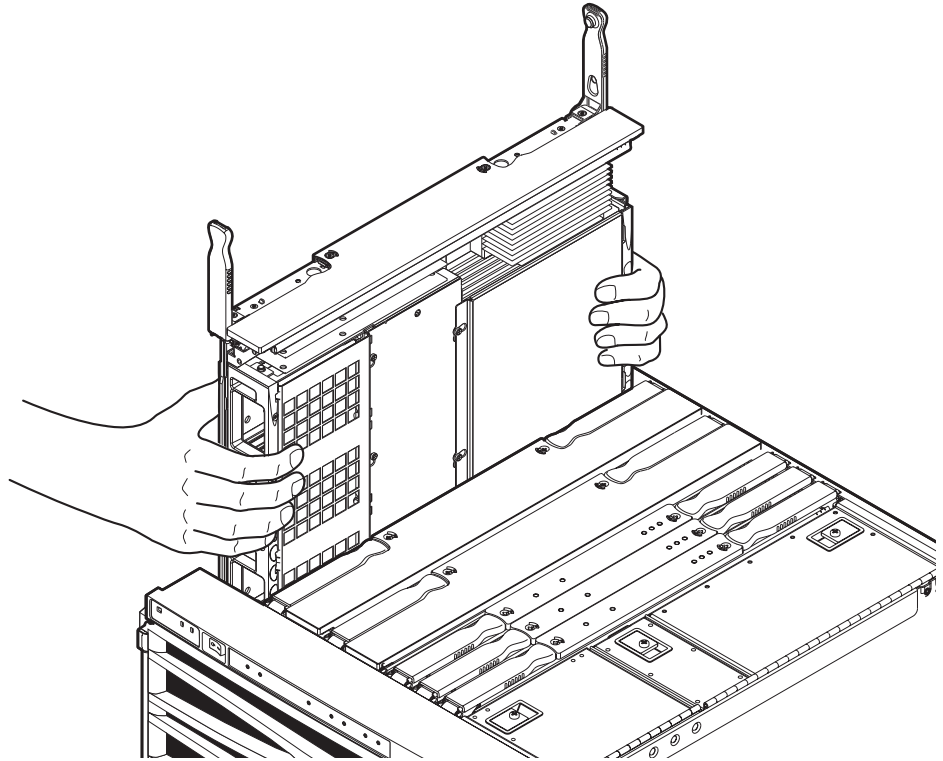

図 15-5 システムから CPU/メモリーボードを持ち上げる
11. 緑色のパネルを持って、CPU/メモリーボードをシステムから持ち上げます (図 15-5)。
4. 緑色の側面パネルを持って、アンチグラビティークラッチがかみ合うまで CPU/メモリーボードを溝にゆっくりと挿入します (図 15-5)。